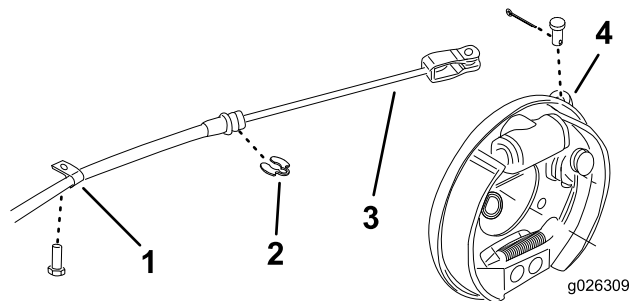

Figura 2
2. Retire os contrapinos e os pinos de forquilha que prendem os cabos do travão de estacionamento às alavancas de travão das rodas traseiras (Figura 2).
3. Retire os grampos em R e cliques C que prendem os cabos do travão à estrutura (Figura 2).